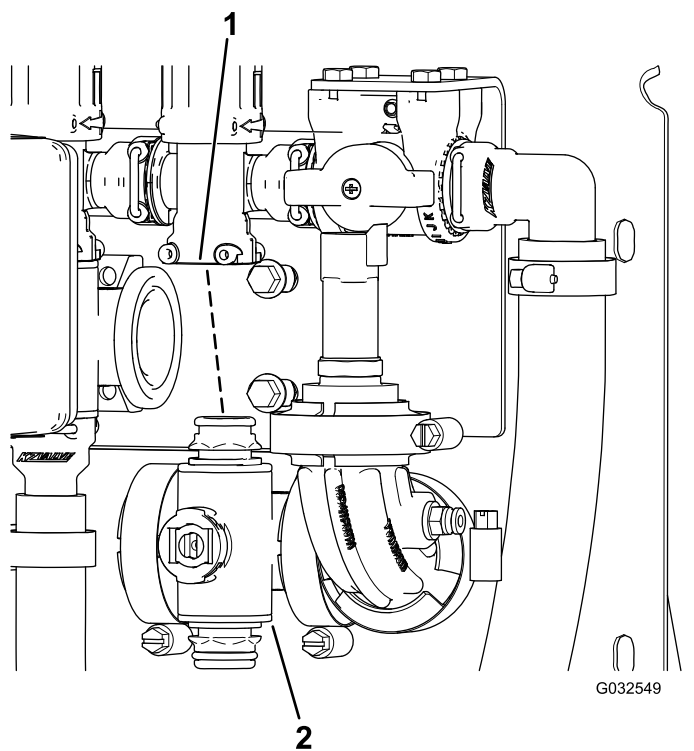

Figura 110
3. Retire o coletor da válvula de secção da máquina (Figura 110).